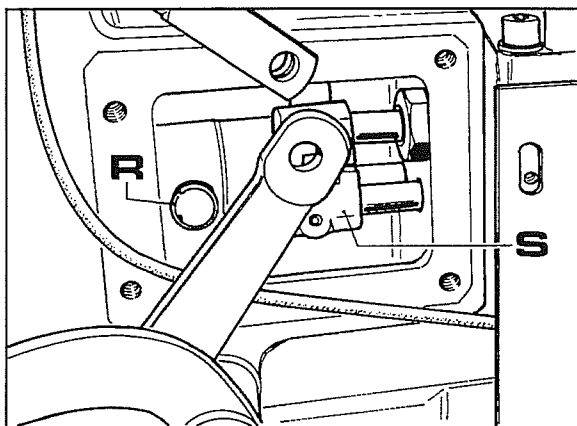

Fig. 8
- 2 Retirar o manguito **S** e a mola **R** do casquilho de pressão indicados na fig. 8. Retirar a mola do lado oposto.